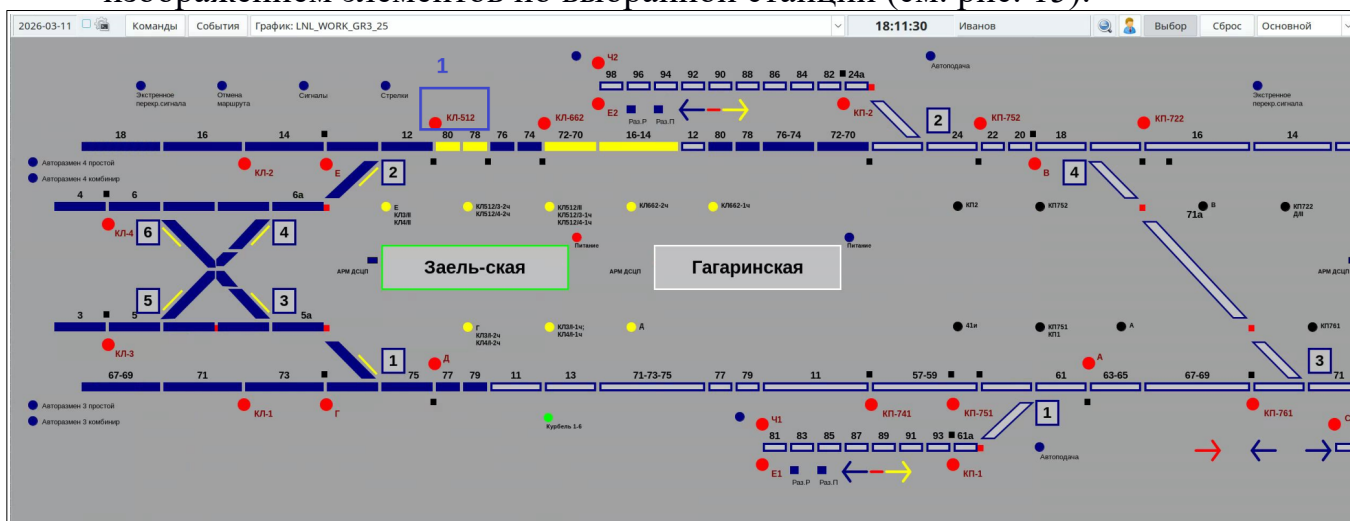

Рисунок 15. Переход в режим управления станцией «Заельцовская»
- активируется режим «Управления станцией»: мнемосхема с подробным изображением элементов по выбранной станции (см. рис. 15):